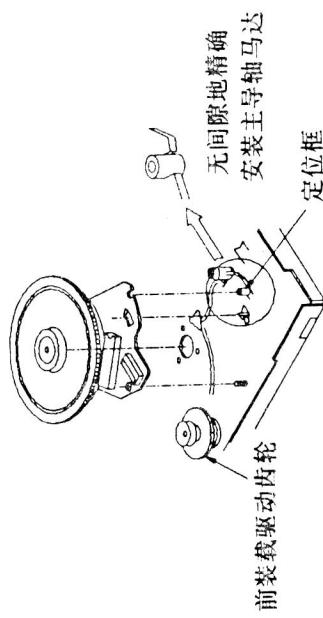

图66
⑥更换具有相同部件编号的新主导轴马达；
⑦首先将主导轴马达定位，使其方向与图66中所示的马达座槽匹配，然后从装置的后侧安装马达（注意：不要损伤轴、马达及F/L驱动齿轮）；